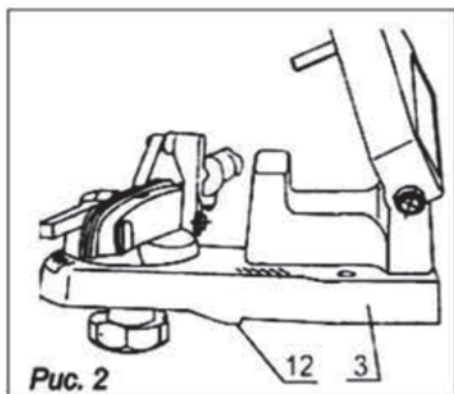

Рис. 2
- Расположите станок на рабочем столе, уперев выступы основания 12 в край стола (рис. 2). Разметьте на поверхности стола положение крепёжных отверстий. Просверлите отверстия $d=9$ мм. Прикрепите станок к рабочему столу через два крепёжных отверстия в основании 3.